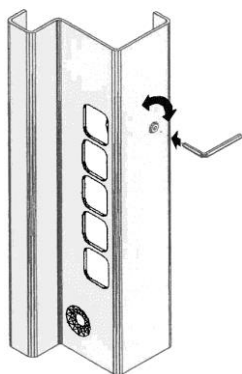

Fig. d5
- Allentare la vite M5 del registro come in fig. d5 e farlo ruotare fino a trovare la posizione ideale per eliminare il gioco tra anta e telaio a porta chiusa.
- Slacken the screw M5 of the adjuster and turn it as in fig. d5, to find the ideal position in order to eliminate any clearance between the leaf and door frame when the door is closed. Make sure however that no unnecessary force is needed on the key to open the door.
- Desserrer la vis M5 de réglage comme l'indique la fig. d5 et faire tourner la came, en essayant jusqu'au moment où l'on trouve la position idéale pour éliminer le jeu entre le vantail et le cadre lorsque la porte est fermée, mais en évitant de devoir exercer un excessif effort sur la clé pour ouvrir la porte.